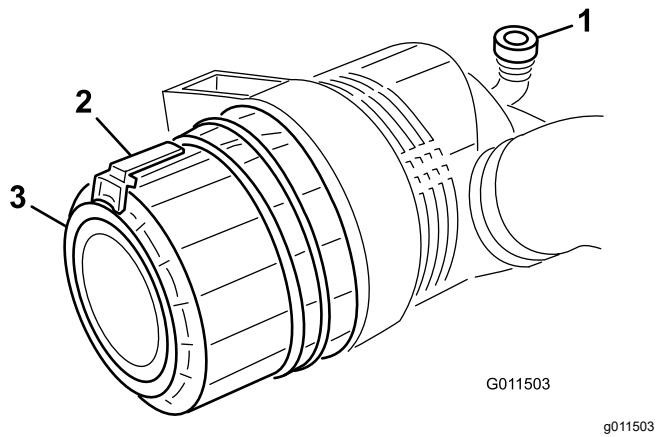

Figura 54
- Tire hacia fuera del enganche y gire la tapa del limpiador de aire en sentido antihorario (Figura 54).